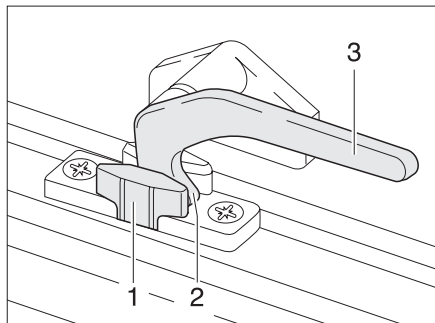

Fig. 26 Palanca de bloqueo en la posición de "ventilación continua"
- En la posición "ventilación continua" (Fig. 26)
- ▶ Girar la palanca de bloqueo (Fig. 26,3) un cuarto de vuelta hacia la mitad de la ventana.
- ▶ Girar la palanca de bloqueo un cuarto de vuelta hacia el marco de la ventana. El saliente de bloqueo (Fig. 26,2) se ha de introducir para ello en el rebaje del bloqueo de la ventana (Fig. 26,1).